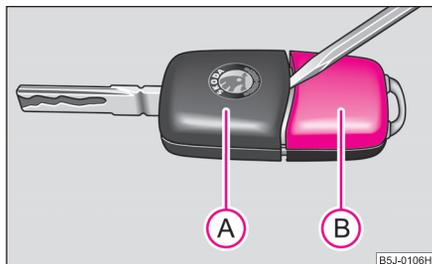

Fig. 18 Separar la llave con radiotelemando
Cada llave con radiotelemando contiene una pila que se encuentra en la tapa (B) de la carcasa de la emisora ⇒ fig. 18. Le recomendamos que lleve a cambiar las pilas de la llave a un concesionario Škoda. No obstante, si desea cambiar usted mismo la pila usada, haga lo siguiente:
- Desmonte con cuidado la pieza de la llave (A) ⇒ fig. 18 de la carcasa del emisor (B) apalancando con un destornillador.